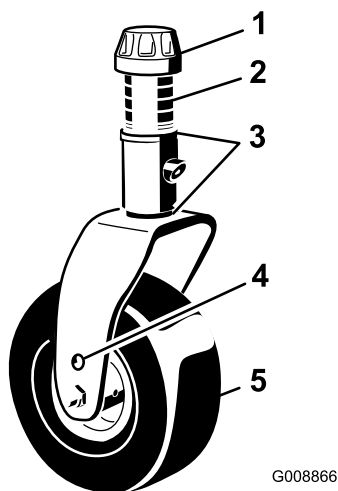

図 22
6. シムを取り付け最初についていたように、残りのスペーサをシャフトに取り付ける [図 22]。
7. テンショニングキャップを取り付けてアセンブリを固定する 図 22。